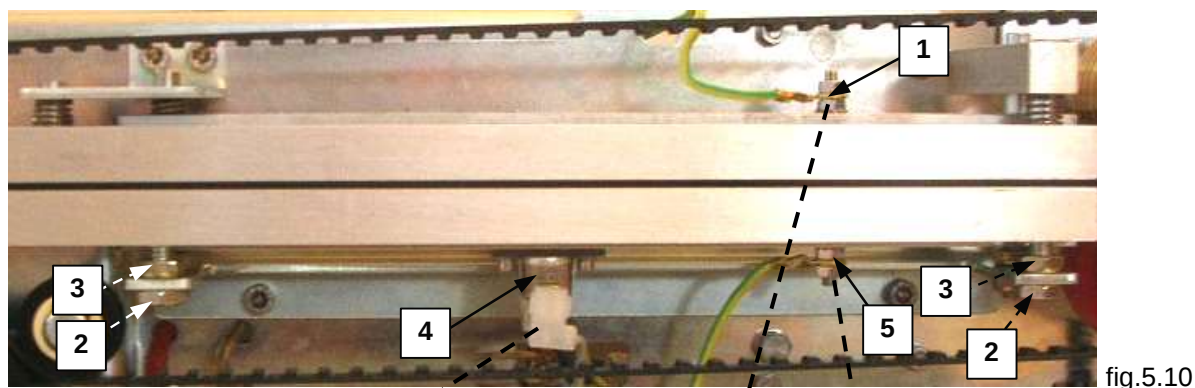
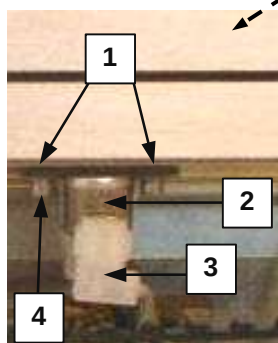

fig.5.10
fig.5.11 (pos.4-fig.5.10)
- scollegare i terminali (n.3-fig.5.11) del termostato di sicurezza (n.4-fig.5.10)
- svitare i due dadi autobloccanti inferiori (n.2-fig.5.10) che fissano la barra saldante inferiore alla traversa della macchina ed estrarre il gruppo saldante inferiore
***Non allentare i dadi di regolazione superiori (n.3-fig.5.10)***
- smontare il termostato di protezione (n.4-fig.5.10) dalla barra saldatura inferiore.
Quando viene rimontato il termostato di protezione, assicurarsi di aver rimontato le rondelle distanziatrici (n.1-fig.5.11) interposte tra la piastrina e la barra saldante inferiore.